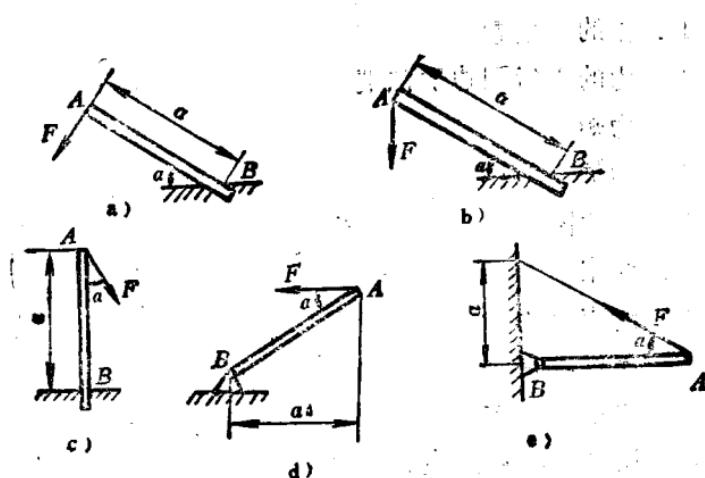

图 1
1. 试计算图 1 各分图中  $F$  对  $B$  点的力矩。设  $F = 50\text{N}$ ,  $a = 0.6\text{m}$ ,  $\alpha = 30^\circ$ 。